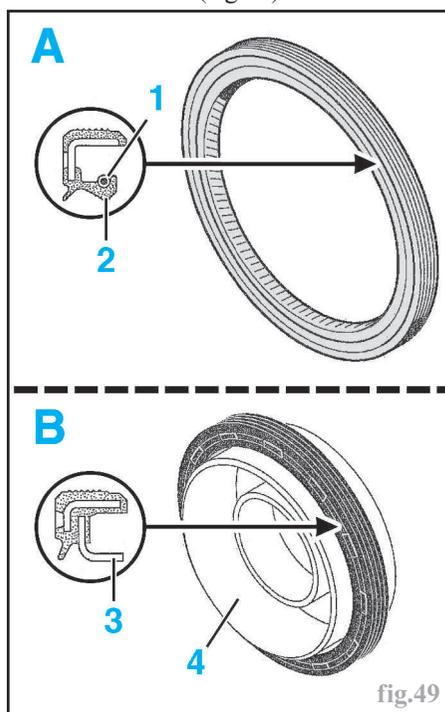

fig.49
- monter une bague d'étanchéité neuve en bout d'arbre à cames côté distribution suivant montage (fig.49).
Nota : suivant version, il existe 2 types de bague d'étanchéité montée en bout d'arbre à cames et qui sont facilement reconnaissables (fig.49) :